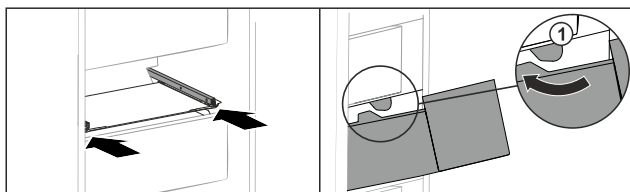

Fig. 151
- Lirka utdragslåda runt stoppklackarna Fig. 151 (1).